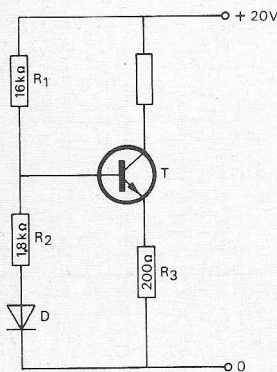

Fig. 5.
1. In fig. 5 is bij geleiding voor de transistor  $U_{BE} = 0,2 \text{ V}$  en voor de diode  $U_D = 0,6 \text{ V}$ . De spanning op  $R_3$  is 2,2 V. Bepaal van de transistor: